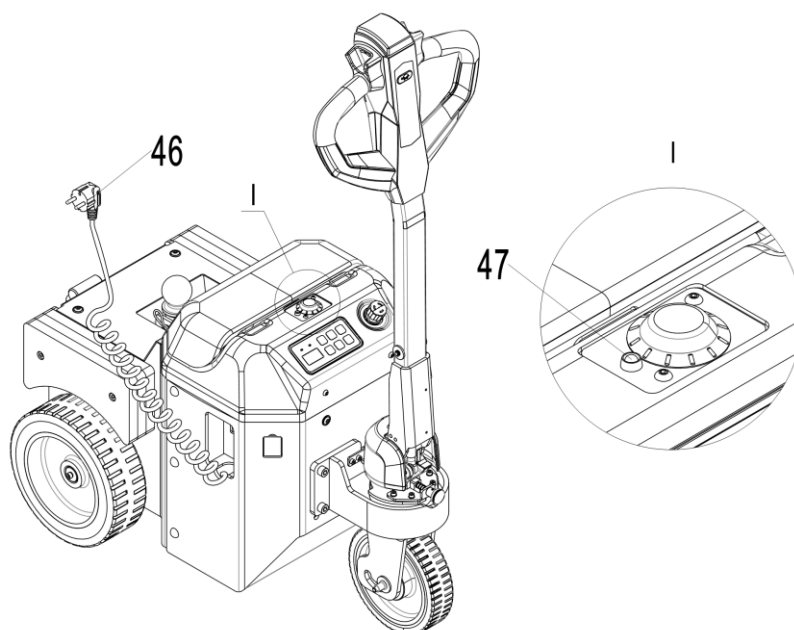

Рис. 17: Зарядка АКБ встроенным зарядным устройством
- Отсоедините зарядный штекер (рис. 17, поз. 46) от предохранительного гнезда, а затем подключите его к розетке.
- Индикатор зарядки (рис. 17, поз. 47) загорится красным цветом, что означает начало зарядки.
- После зарядки уложите зарядный кабель в положение хранения и надежно подключите штекер (рис. 17, поз. 46) к предохранительному гнезду.
Примечание: если штекер (рис. 17, поз. 46) не вставлен в защитное гнездо правильно в предусмотренное положение хранения, что должно привести к срабатыванию соответствующего предохранительного выключателя, тягач не будет работать.